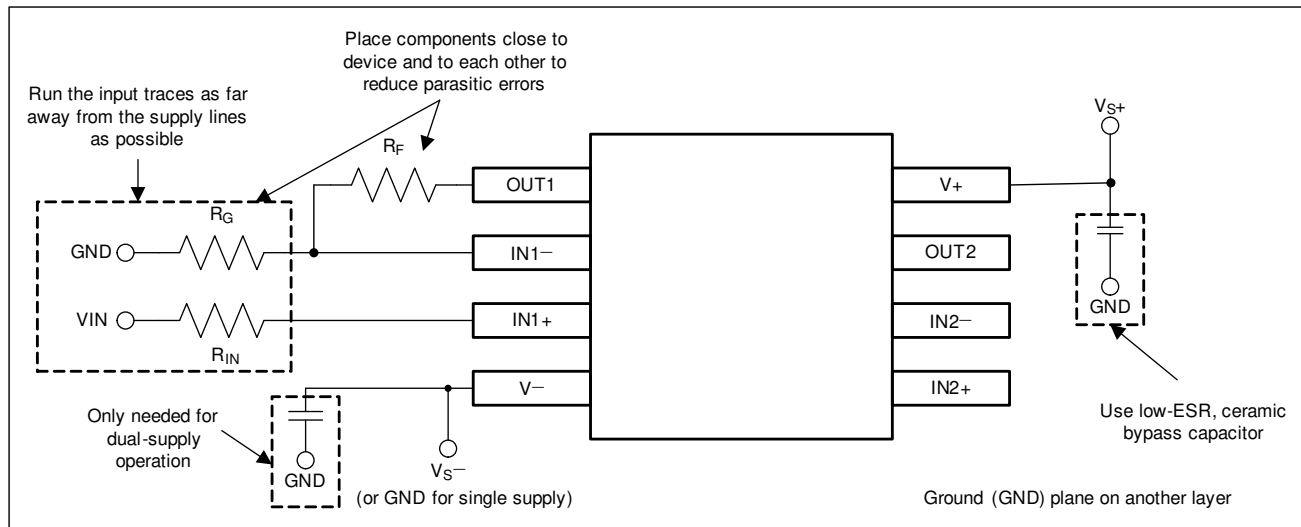

图 8-3. 同相配置的运算放大器电路板布局
- 外部元件应尽量靠近器件放置。使  $R_F$  和  $R_G$  接近反相输入可最大限度地减小寄生电容 ( 如图 8-3 所示 ) 。